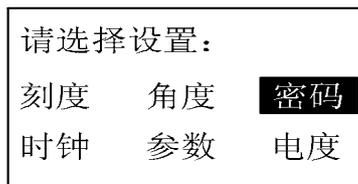

图 10-17 设置子菜单
10.2.8 “设置”：该菜单分六个子菜单，如图 10-17：